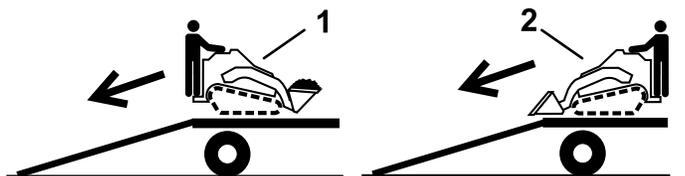

Рисунок 20
2. При выгрузке машины с прицепа по наклонному въезду более тяжелая часть машины должна быть обращена вверх, при этом грузы должны быть опущенными (Рисунок 20).